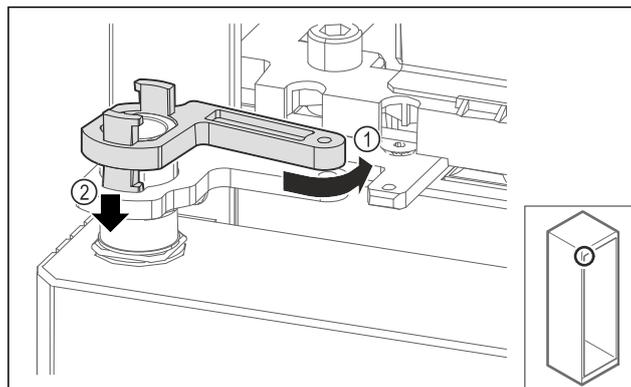

Fig. 71
- Ruotare indietro leggermente il fissaggio del blocco di supporto Fig. 71 (1), premere verso il basso Fig. 71 (2) e bloccarlo nell'angolo della cerniera.